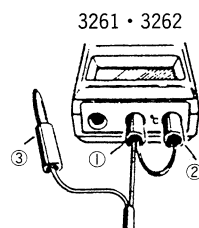

Fig. 1
- 中央の共通端子に網線プラグ①、Ωの他方の端子に黒リードプラグ②を差し込みゼロアジャストスイッチを押してゼロ調整します。（図1）
- Insert the braided wire plug ① in the center COM terminal, and the black lead plug ② in the Ω + terminal. Press the ZERO ADJ switch to adjust zero. (See Fig. 1.)